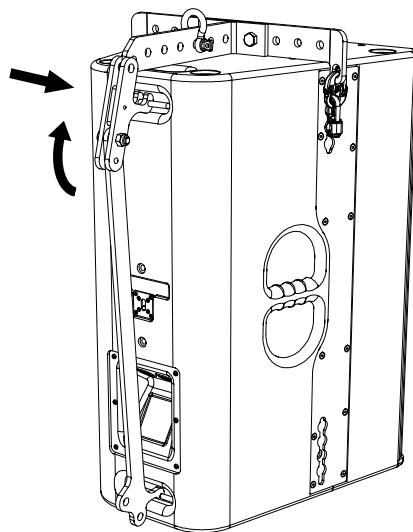

Abbildung 4.7 - Einhängen des BBT24 Tragelementes im oberen Griff
Klappen Sie das Oberteil des BBT24 Tragelement nach vorn und haken Sie es mit dem Haken im oberen Griff des T24(N) Lautsprecher wie in Abbildung 4.7 dargestellt ein.